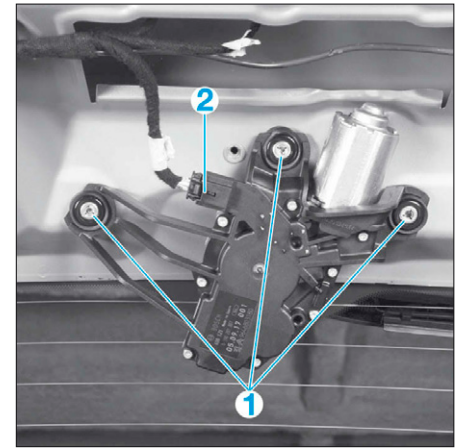

FIG. 66
- Débrancher le connecteur (2) (Fig.66).
- Percer les rivets (1).